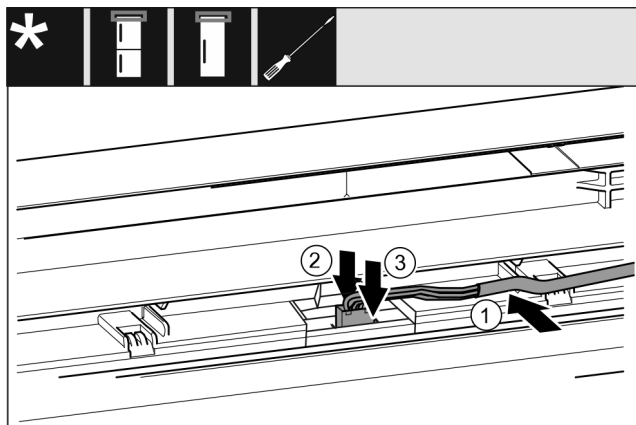

Fig. 39 Kühl-/Gefrierkombinationen / Gefriergeräte / Kühlgeräte
- Kabel Fig. 39 (1) in die Führung in der oberen Tür einlegen.
- Rastnase Fig. 39 (2) nach hinten drücken.
- Stecker Fig. 39 (3) einrasten.